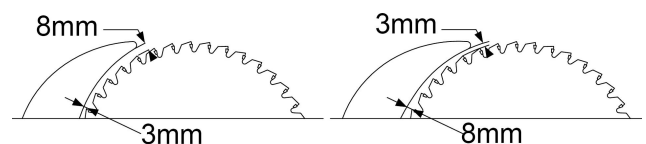

Abb.22
2. Der Abstand des Spaltkeils zum Zahnradsaum muss zwischen 3 mm und 8 mm gemessen werden, radial durch das Zentrum der Sägepindel. Wie in **Abb.22** dargestellt.